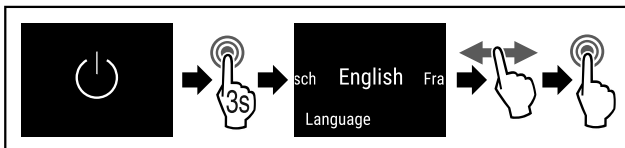

Fig. 49
- ▶ Suorita toimenpidevaiheet (katso Fig. 49).